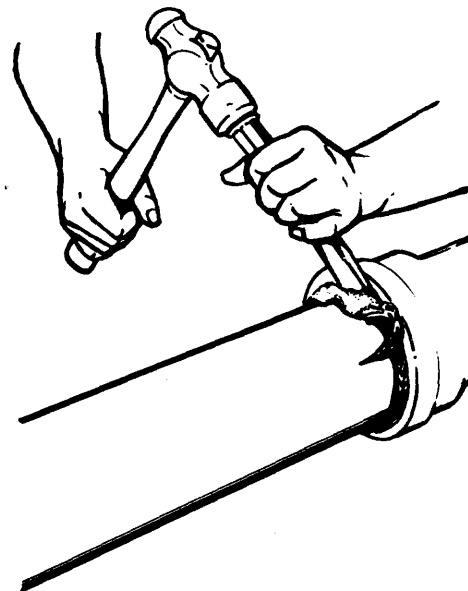

Fig. 4
- a Recorte, con un cincel, el plomo que sobresalga (fig. 4).